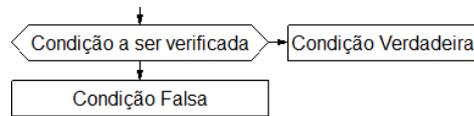

Figura 16
35. O terceiro ícone é o **Condition** , ele é utilizado para condições lógicas. Se a condição for verdadeira, o comando à direita será realizado. Caso seja falsa, o comando inferior será executado, conforme figura 16.